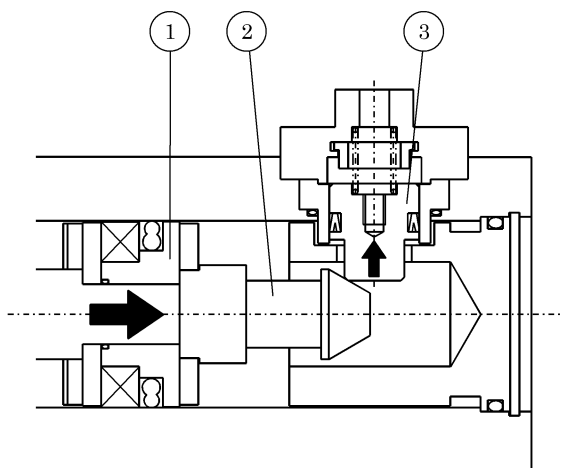

図1
- (a) シリンダのピストン①がストロークエンドに近づくと、ストップピストン③はスリーブ②の斜面にそって押しあげられます。(図1)